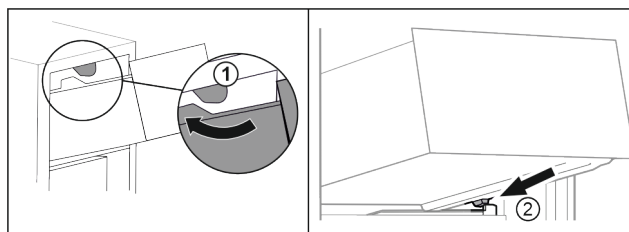

Fig. 21
- ▶ Duceți sertarul în jurul opritoarelor superioare *Fig. 21 (1).*
- ▶ Așezați sertarul oblic în spatele opritoarelor inferioare pe nervura recipientului *Fig. 21 (2).*